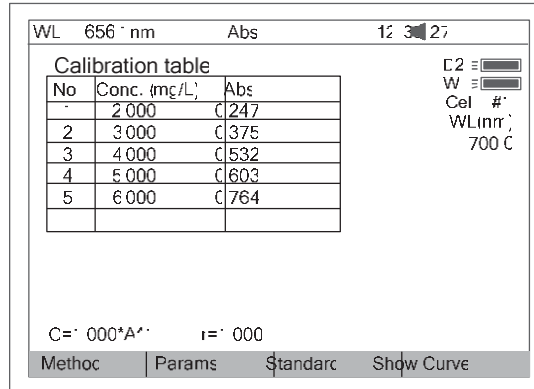

Fig 33
3.3.3 Coloque la cubeta de la primera muestra de concentración conocida en la trayectoria del haz de luz. Pulse la tecla **START/STOP** para obtener los valores de la curva estándar uno por uno (Fig 33).
En la Fig 33 pulse **OPEN** y después \wedge o V para seleccionar el archivo del tipo *****.fit**. Por último pulse **ENTER** para confirmar.